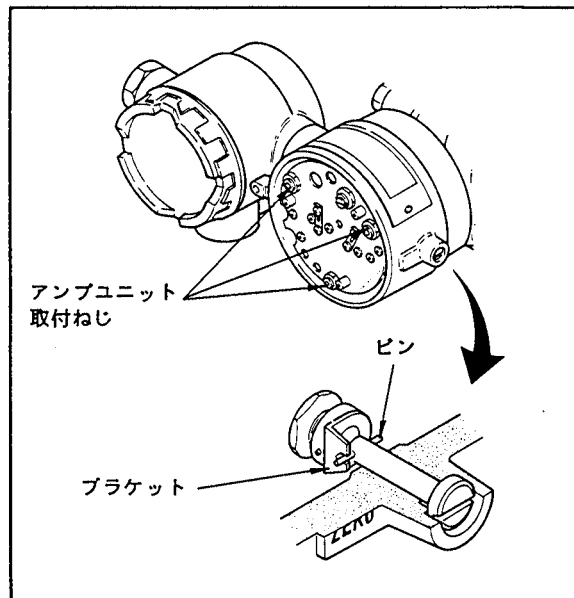

図6.5 アンプユニットを取りはずす場合のゼロ調整ねじの位置
- (4) ゼロ調整ねじをマイナスドライバで回し、ゼロ調整ボリュームのブラケットが図6.5のような位置になるようにします。